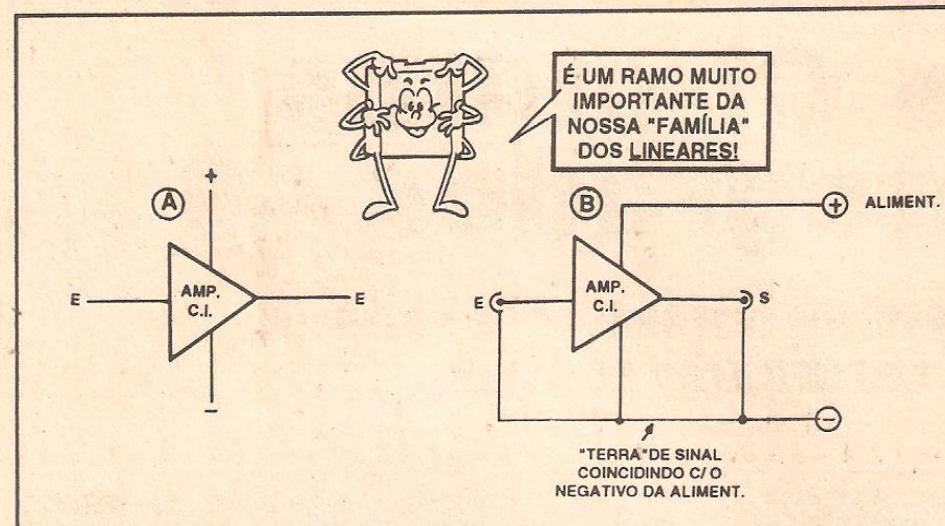

FIG. 1
FIG. 1 - A REPRESENTAÇÃO DOS IPAs NOS "ESQUEMAS" - Em sua essência, os IPAs são "Integrados Amplificadores", e assim convencionou-se representá-los nos diagramas de circuitos através da estrutura em forma de triângulo (igual à adotada para os Amplificadores Operacionais, feito o 741, já estudados...). Suas conexões básicas, ou
acessos essenciais, são (ver fig. 1-A) pelo menos um terminal de Entrada (E), pelo menos um de Saída (S) e mais dois terminais para a alimentação ("+" e "-").
Notem que é possível, dependendo de condições específicas de desenho e da própria complexidade do "esquemas", encontrar os IPAs representados de outra forma (que não o tradicional triângulo estilizado dos amplificadores...), às vezes como blocos quadrangulares ("caixas") ou outros "formatos" de desenho representativo... Assim, é sempre bom usar o raciocínio na interpretação dos diagramas que contenham Integrados desse gênero, analisando visualmente o "esquema" de modo a corretamente interpretar seus símbolos e significados... O arranjo circuital básico de um IPA, na sua utilização prática, é mostrado na fig. 1-B, devendo o Leitor/"Aluno" observar que é convencional fazer coincidir, eletricamente, a linha de "terra" do